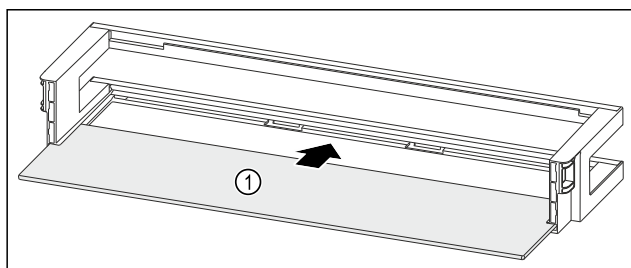

Fig. 135 Balconnet de contre-porte avec tablette de rangement
- Insérer la tablette de rangement Fig. 135 (1) dans les évidements latéraux.